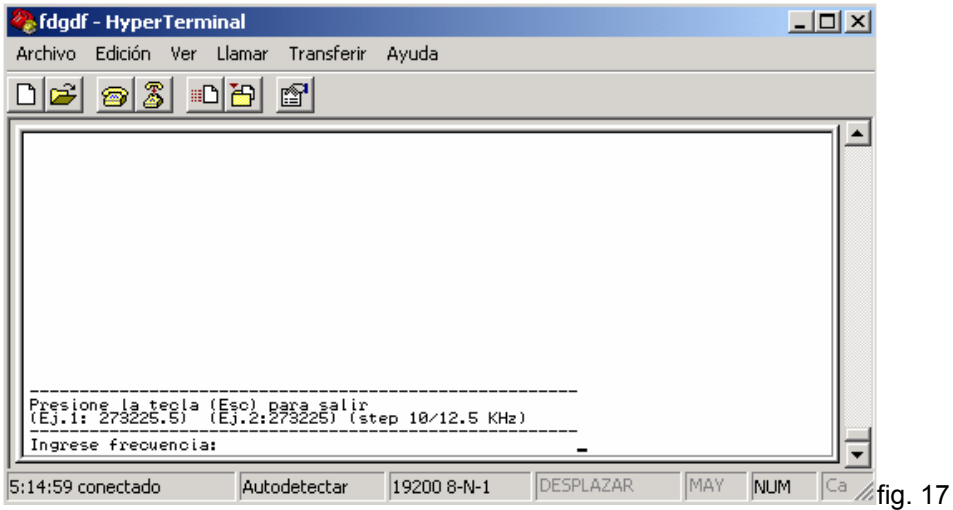

fig. 17
Seleccionando la opción (8) como muestra en la fig. 17 se accede al menú donde se puede configurar la frecuencia (en MHz) del canal de recepción de radio. Dentro de un determinado rango de ajuste.